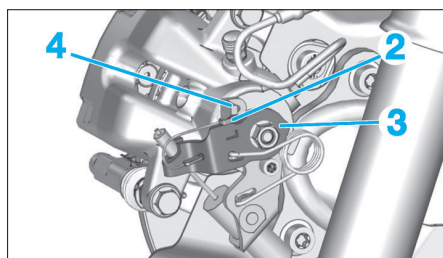

Fig. 22
- Placer la cale (2) entre le levier (3) et la butée (4) puis les immobiliser à l'aide d'un collier plastique (Fig.22).